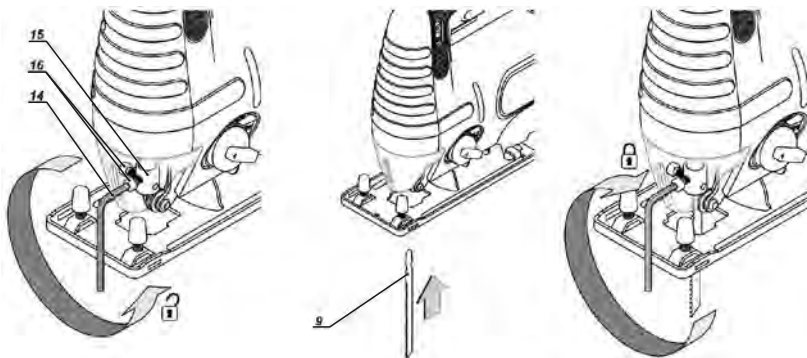

fig.1 – dibujo demostrativo del montaje y desmontaje de la hoja de sierra
Para el montaje de la hoja de sierra (9), suelte los dos tornillos de fijación en el soporte de la hoja de sierra (16). Introduzca la hoja de sierra en el soporte hasta trabar (dientes de la hoja de sierra orientados para adelante), utilice la llave hexagonal (14) para apretar el tornillo y trabar la hoja de sierra. Observe que la parte posterior de la hoja de sierra esté encajada en la ranura de la polea guía fig. 1.